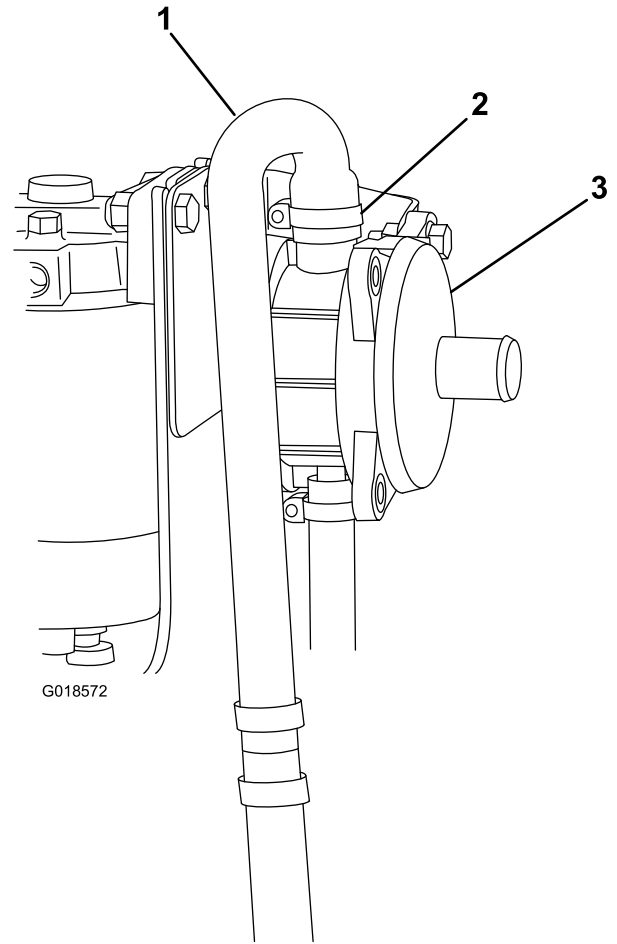

Figura 6
2. Conecte el extremo curvo de la manguera de ventilación al respiradero, y posicione la manguera de ventilación según se muestra en Figura 6, lejos de otros componentes de la máquina que podrían